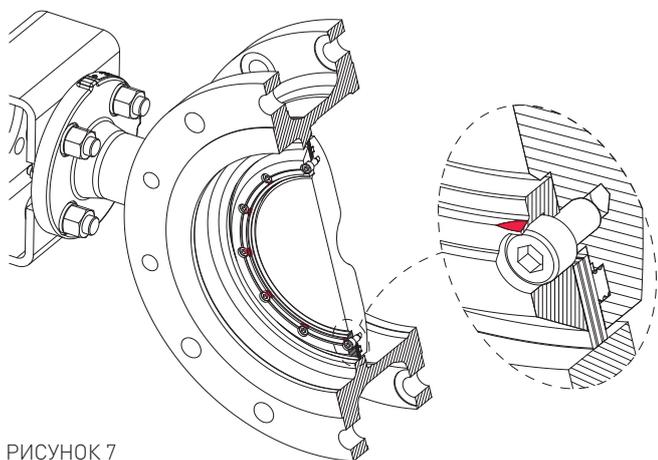

РИСУНОК 7
18. Если винты фланца держателя уплотнения были закреплены скосами (на фланце держателя рядом с каждым отверстием для винтов), используйте рихтовочный инструмент, чтобы снова загнуть скосы на каждый винт и обеспечить правильную и безопасную фиксацию винта (см. рис. 7).